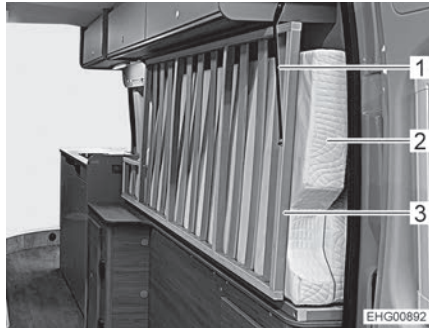

Fig. 46 Letto a destra in posizione di trasporto
- Chiudere longitudinalmente il materasso (Fig. 46,2) del letto di destra (visto in direzione di marcia) e spingerlo completamente verso l'esterno tenendolo verticale sul bordo (vedere Fig. 46).
- Ribaltare verso l'alto la rete del letto (Fig. 46,3) di destra.
- Fissare l'estremità posteriore della rete del letto con del nastro di sostegno (Fig. 46,1).